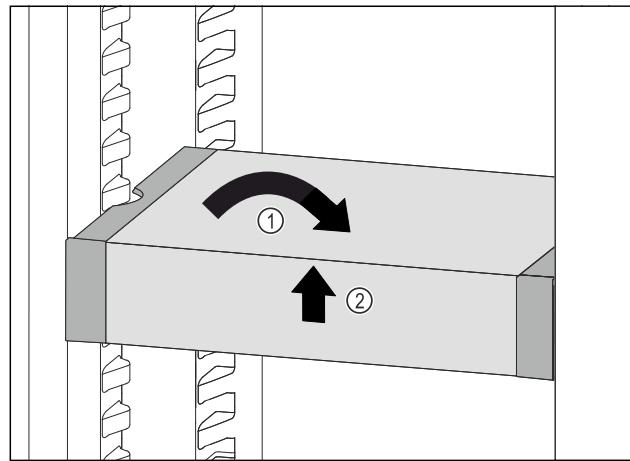

Fig. 108
- Remettre le VarioSafe droit. Fig. 108 (1)
- Soulever la partie avant du VarioSafe. Fig. 108 (2)